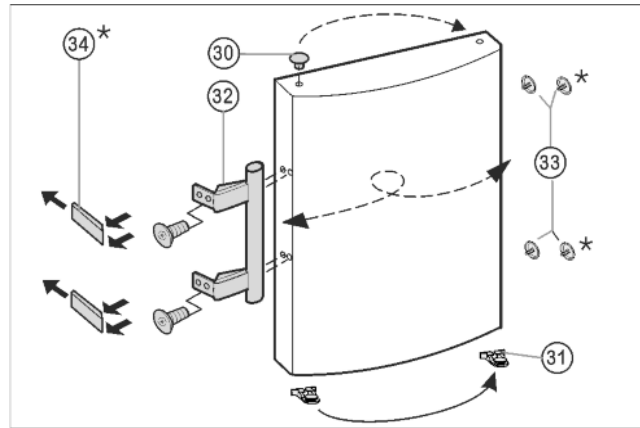

Fig. 7
- ▶ Enlever le bouchon Fig. 7 (33) du coussinet de la porte et le mettre de l'autre côté.
- ▶ Démontez la poignée de porte Fig. 7 (32), le bouchon Fig. 7 (33) et les plaques d'appui Fig. 7 (34) puis les repositionner sur le côté opposé.